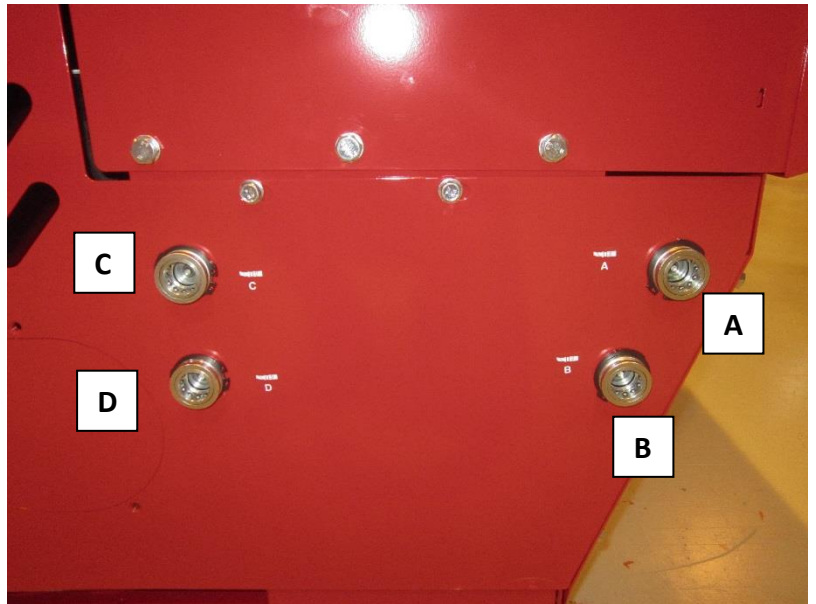
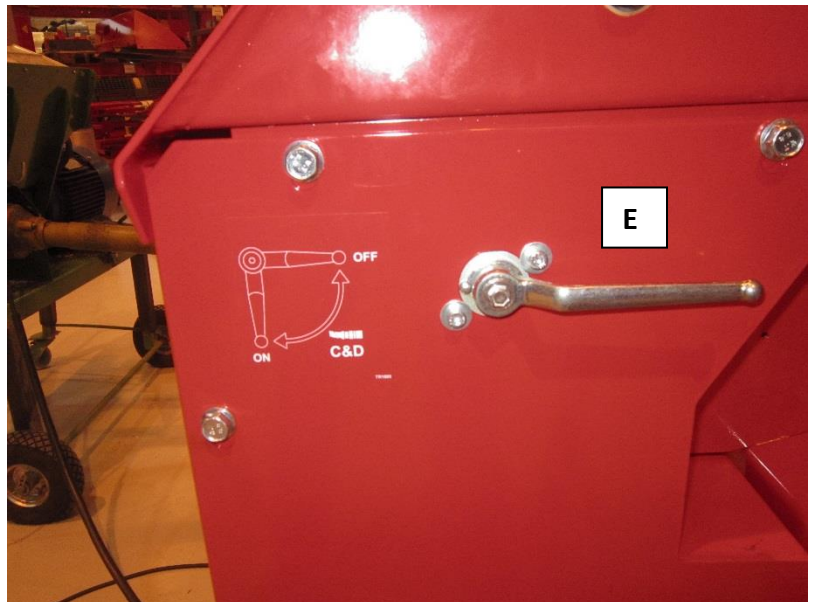

Bild 20.
Bild 21.
Anslut tilläggs hydrauliken (till exempel vid användning av HakkiFeed 381 stocklyft) genom att skjuta in extrautrustningens hydraulslangar i snabbkopplingarna A och B i bild 20 (i avsnitt 4.3.4) – slang med röd markering till övre snabbkoppling med röd markering.
3. Öppna ventil E på bild 21 för att öppna oljeflödet till snabbkopplingarna C och D på bild 20.
**Obs! Ventil E ska alltid vara avstängd (som på bild 21) när snabbkopplingarna C och D (bild 20) inte används!**